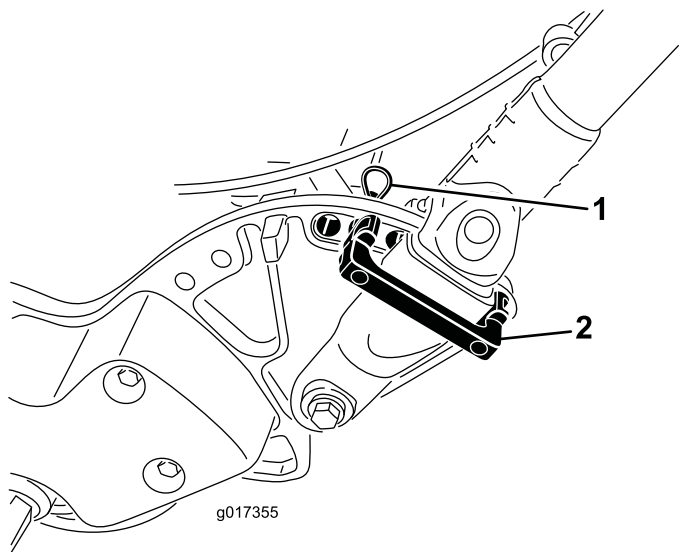

图9
1. 当撑住手柄时，取下将手柄铁夹固定到侧板上的扎带（图9）。
2. 将手柄旋转到需要的操作位置、将手柄卡环插入手柄铁夹及侧板上相对应的孔（图9）。
3. 使用发卡销将手柄铁夹固定到位（图9）。